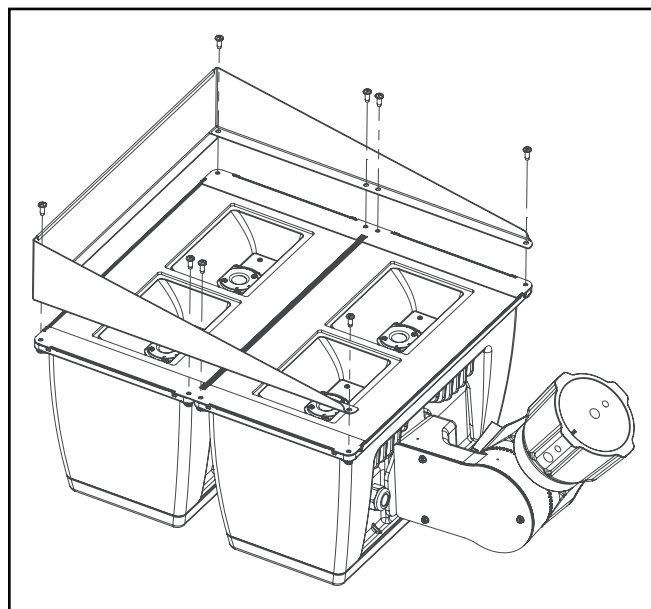

Figure 7
### Visière (Figure 7).
1. Desserrez et retirez les (4) vis hexagonales 10-24 sur la partie frontale du luminaire et conservez-les pour vous y référer ultérieurement.
2. Alignez la visière avec les (4) trous de la partie supérieure de l'attache de la lentille. (Figure 7).
3. Utilisez les (4) vis hexagonales 10-24 pour fixer fermement la visière.